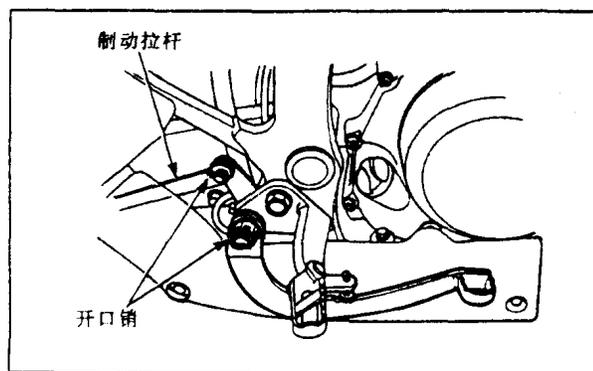

图 1-7 检查开口销安装好否
2. 检查制动拉杆、制动力矩拉杆等安装螺栓的开口销是否安装好,如图 1-7 所示。